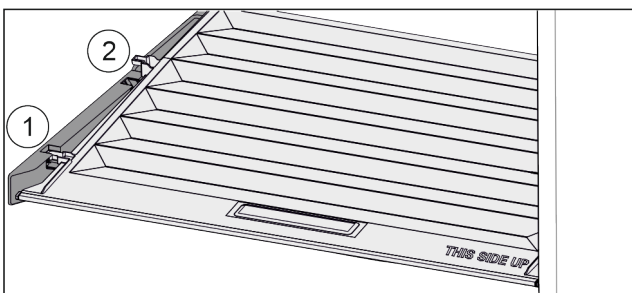

Fig. 25
- ▶ Deksel tot de opening in de vasthoud delen naar voren trekken Fig. 25 (1).
- ▶ Aan de achterkant vanaf de onderkant omhoog tillen en vanaf de bovenkant verwijderen Fig. 25 (2).